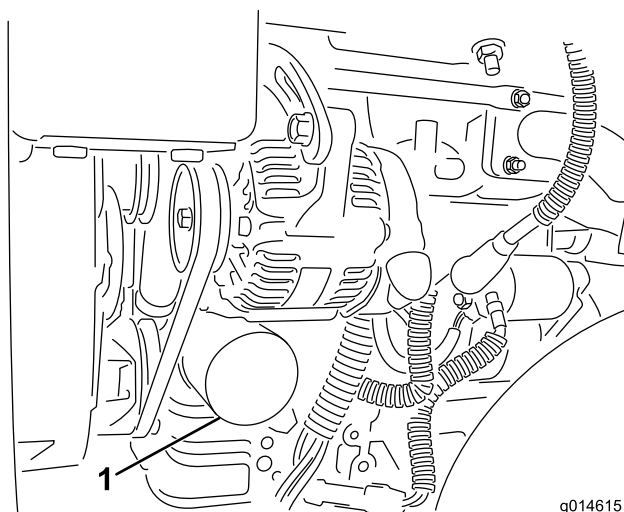

Figura 46
2. Retire o filtro do óleo (Figura 46). Aplique uma leve camada de óleo limpo na gaxeta do novo filtro.